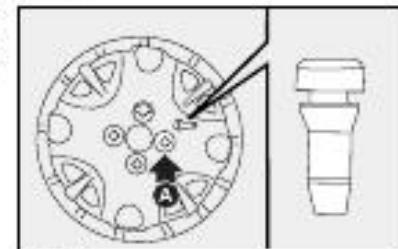

fig. 17
- Colocar a calota cuidando para que o símbolo ▲, na parte interna, fique em correspondência com a válvula, e dessa maneira o furo maior da calota A-fig. 17 passe pelo parafuso já fixado.